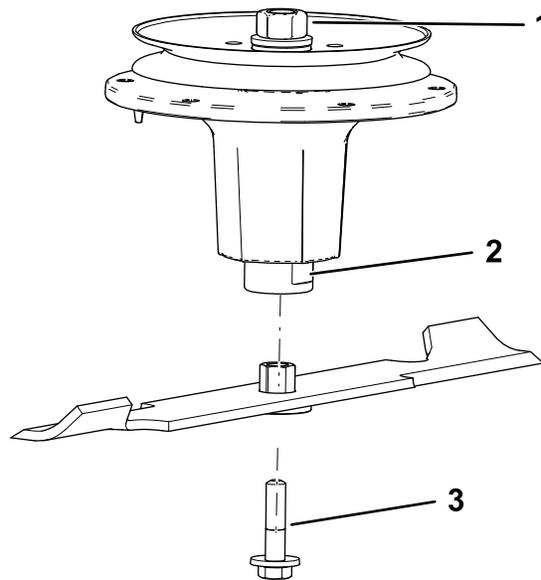

**Figura 110**
- Instale el casquillo a través de la cuchilla con la brida del casquillo en el lado inferior (lado del césped) de la cuchilla (Figura 110).